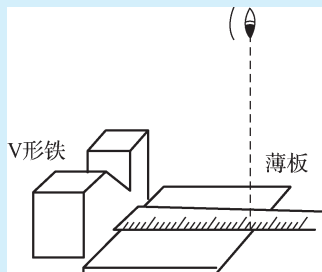
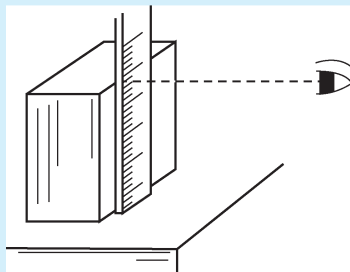

图 1-10 测量薄板长度
图 1-12 测量高度
(1) 测量薄板长度时,将 V 形铁或角铁的平面与工件端面靠紧,钢直尺的刻度线端与 V 形铁贴紧,如图 1-10 所示。
(3) 测量高度时, 将钢直尺垂直于平台或平面上, 如图 1-12 所示。
从刻度线的正面正视刻度读出, 如图 1-10 和图 1-12 所示。